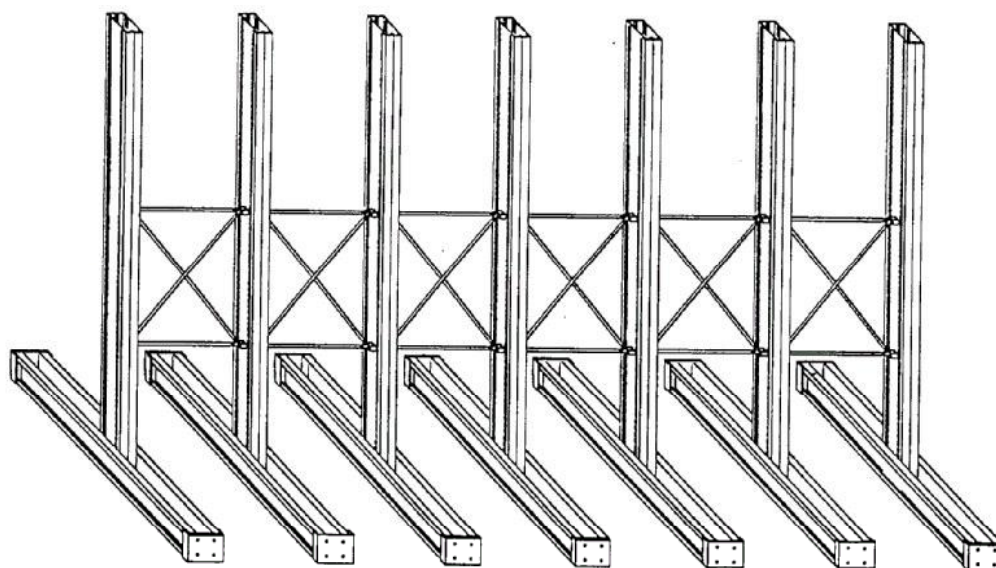

Fig. 13
5. De hoogtepositie van de schoorkaders volgens Fig. 13.